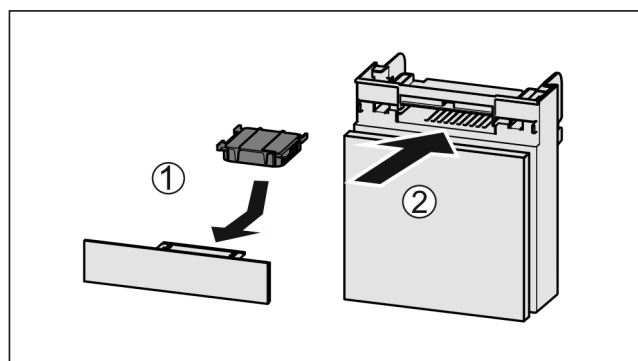

Fig. 147
- ▶ Vložte aktívny uhlíkový filter podľa obrázka Fig. 147 (1).
- ▶ Zasuňte zásuvku Fig. 147 (2).